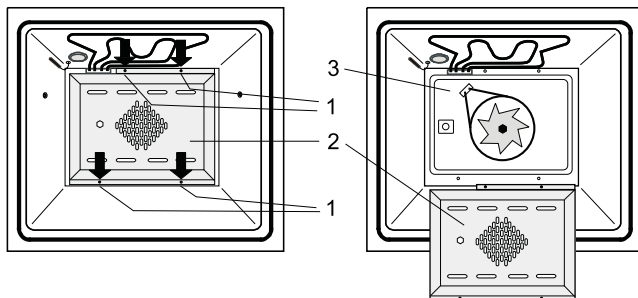

Рис. 16
- После чистки внутренней части духового шкафа, сначала закрепите переднюю каталитическую панель 2 болтами 1 (Рис. 16).